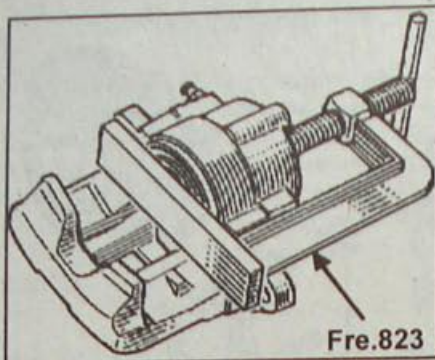

Рис. 12.5. Использование приспособления Fre. 823 для вдавливания поршня в суппорт
- Используя приспособление Fre. 823 или G-образный зажим, вдавите поршень в суппорт (рис. 12.5). При вдвигании поршня тормозная жидкость вытесняется из тормозного цилиндра в расширительный бачок, поэтому постоянно наблюдайте за уровнем жидкости в бачке, а, при необходимости, откачайте ее немного. Вдавить поршень в суппорт